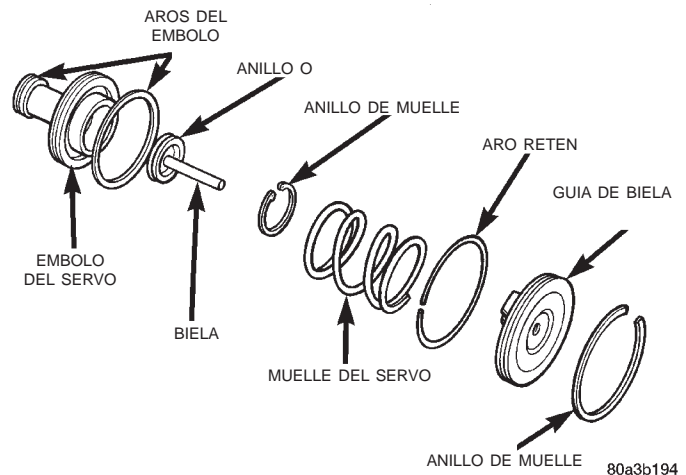

Fig. 116 Servo delantero
(2) Instale la biela en el émbolo. Instale el muelle y la arandela en la biela. Comprima el muelle e instale el aro retén (Fig. 116).
(3) Deje a un lado los componentes del servo para la instalación durante el reensamblaje de la transmisión.
- (1) Retire el aro retén de la guía de biela (Fig. 116).
- (2) Retire el aro retén pequeño de la biela del servo. Luego retire la biela, el muelle y la arandela del émbolo.
- (3) Retire y deseche el anillo O y los aros retén de los componentes del servo.